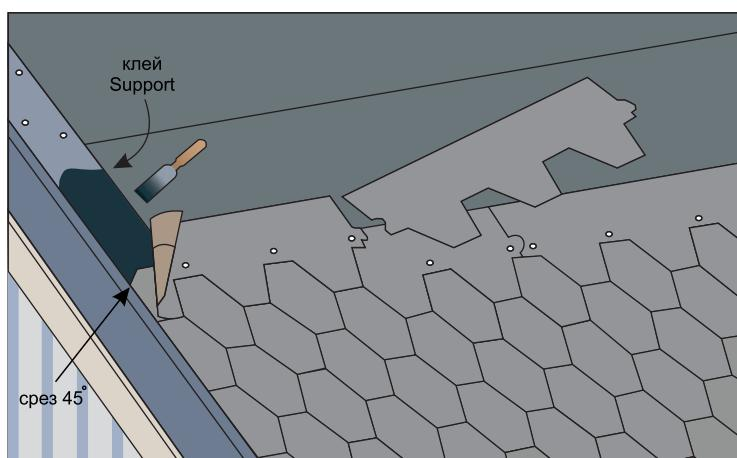

Рис. 24
- На торцах гонты обрезаются вдоль линии бортика торцевой планки с отступом минимум 20мм, края гонта приклеиваются к металлической карнизной планке kleem Support. Верхний угол края гонта, приходящего встык к торцевой планке, следует обрезать под углом 45 градусов (рис.24);